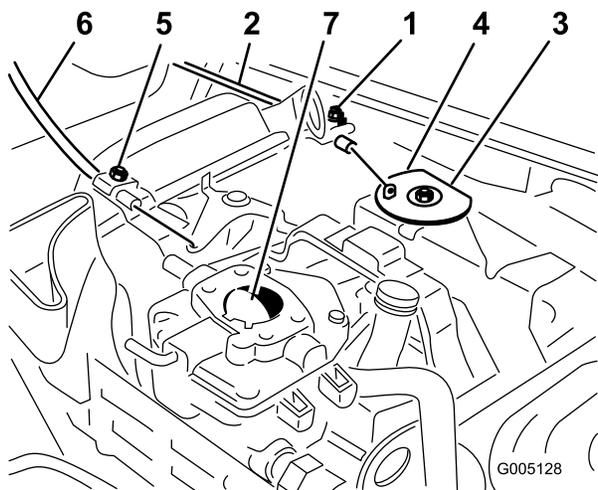

図 47
3. チョークケーブルを十分に引いてチョークを完全に閉じ、その位置でクランプのネジを締める (図 47)。
1. スロットルケーブルをエンジンに固定しているクランプのネジをゆるめる (図 47)。
3. スロットルケーブルを十分に引いて、スイベルの後部をストップに接触させる (図 47)。